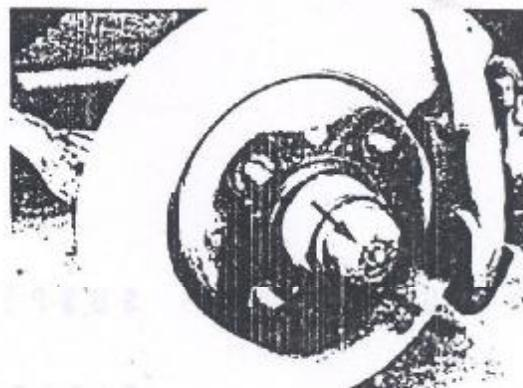

Figura 4.01.1 - Cupilha do cabo do velocímetro
2. Para o conjunto do cubo do lado esquerdo, remover a cupilha de fixação da extremidade do cabo do velocímetro à calota de graxa (Figura 4.01.1), remover a arruela.
- Para suspensão do lado esquerdo, remover a cupilha de fixação da extremidade do cabo do velocímetro à calota de graxa (Figura 4.01.1); remover a arruela do cabo.